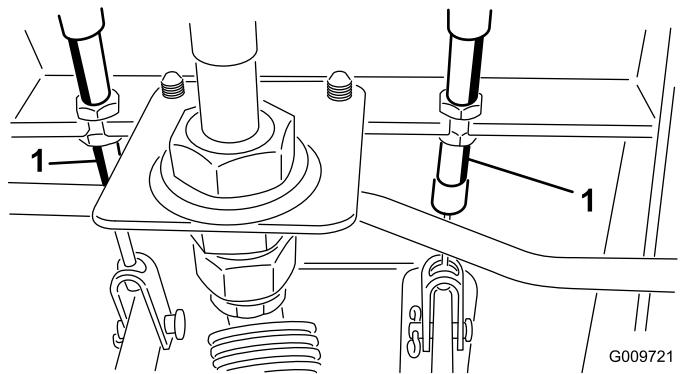

図 75
1. 後部スクリーンのラッチを外してスクリーンを開く図 75。